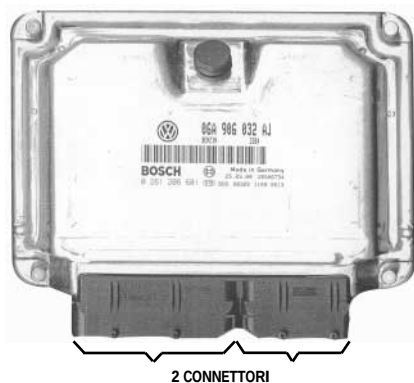

Fig. 1
- Versione centralina iniezione benzina: vedi figure 1 e 2 pagina 2
La centralina iniezione benzina (fig. 1) è situata nella parte sinistra del vano motore, dietro la batteria su apposito supporto, ed è composta da due connettori che complessivamente contano 121 Pin.